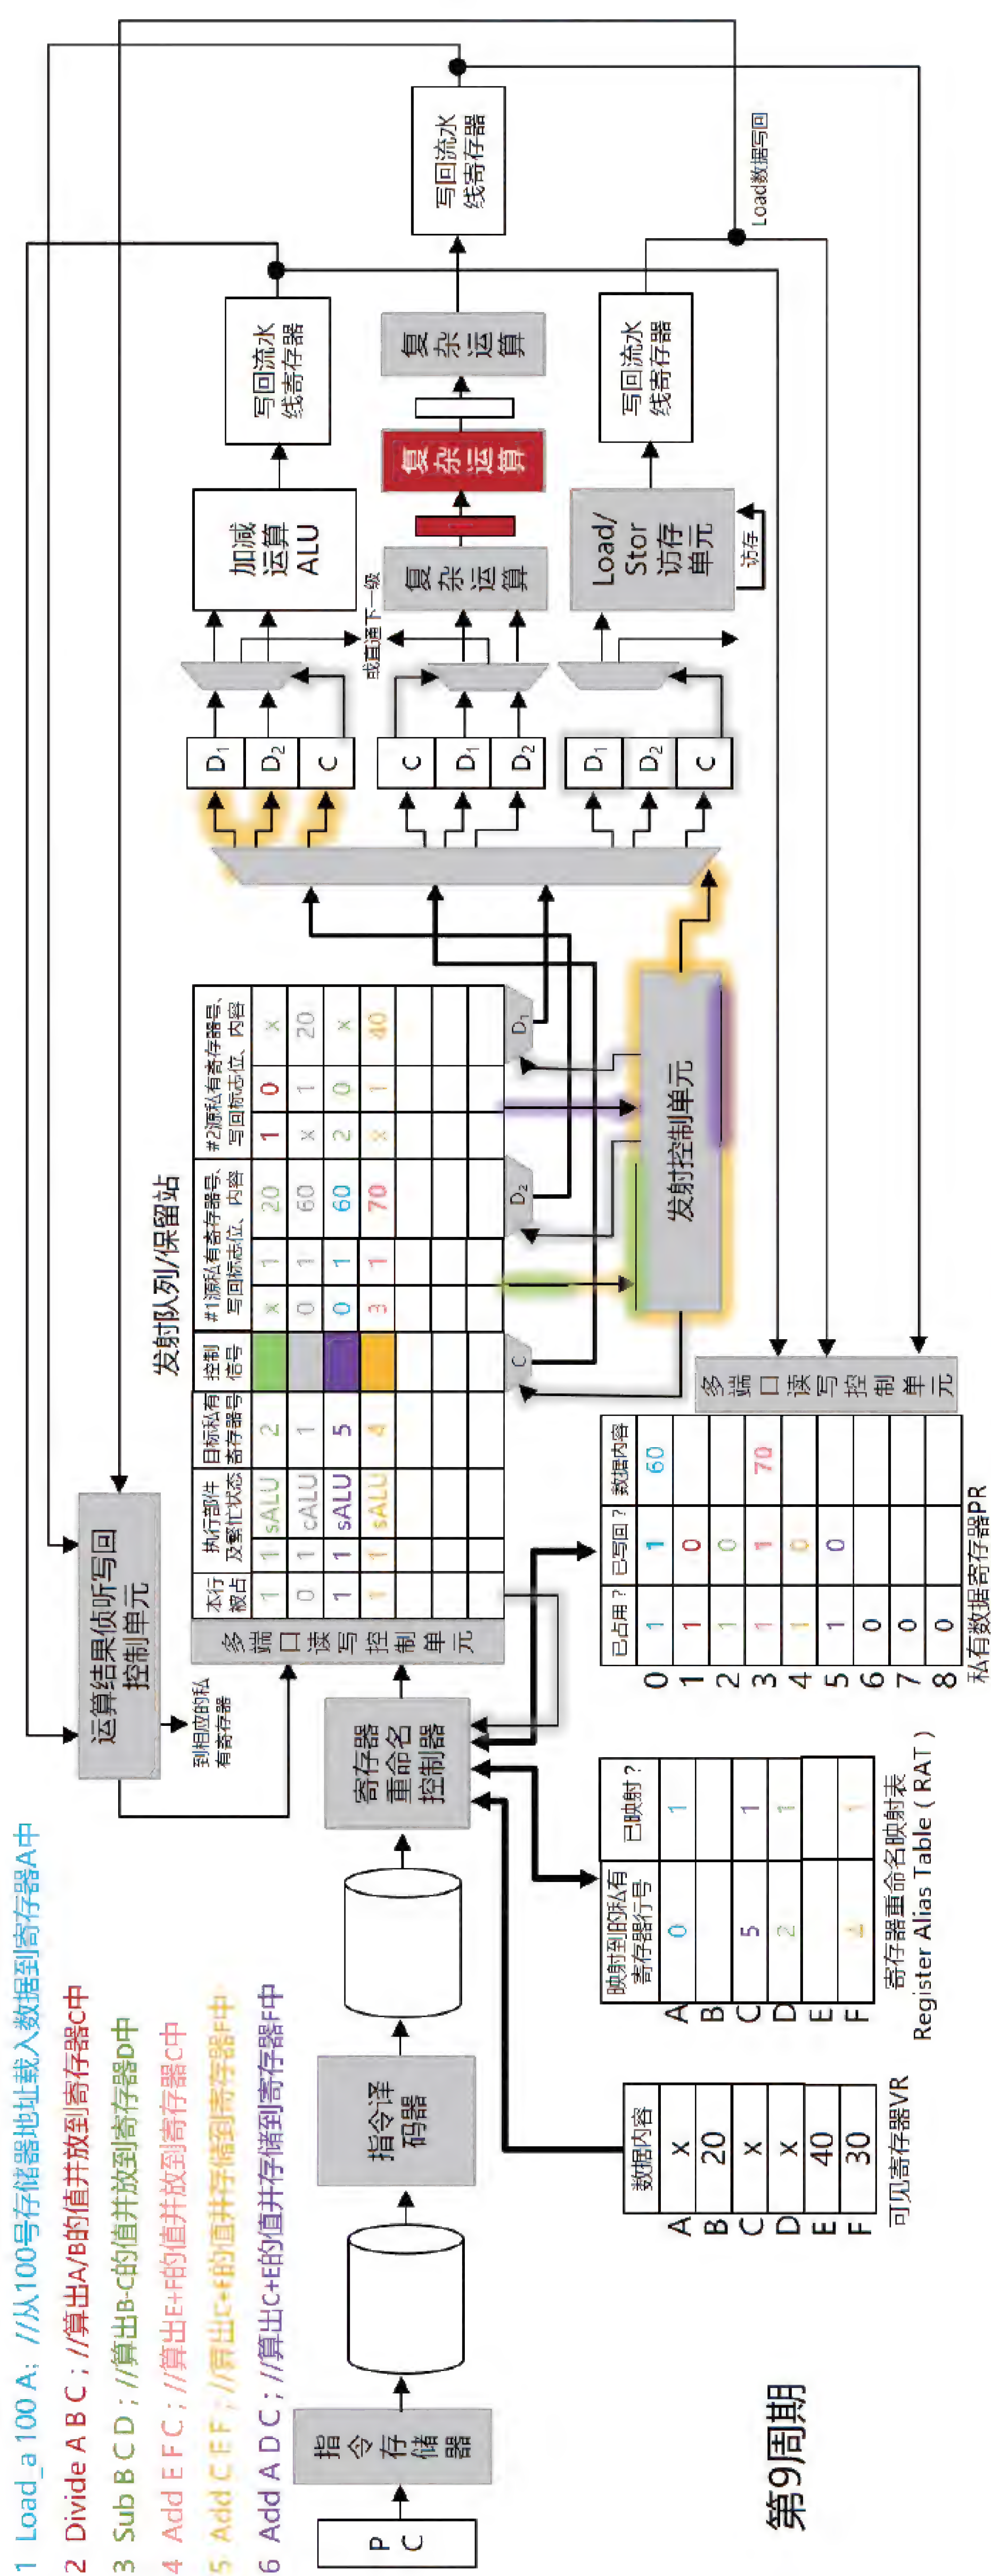

图4-57 第9周期执行过程
**第9周期：**如图4-57所示。在本周期边沿，棕色指令第一步运算的结果被锁入中间寄存器，并输送到第二步的运算逻辑进行运算，然后将结果输送到下一级中间寄存器前端等待。同时，黄色指令所依赖的粉色指令的执行结果在本周期内被锁入保留站对应字段，满足了发射条件，发射单元将黄色指令发射到sALU前端寄存器等待执行，并删掉保留站中的黄色指令条目。同时，由于私有寄存器#3目前仅仅作为粉色指令的结果暂存，而现在结果已经存入了保留站，RAT表以及保留站中没有任何可见寄存器被指向私有寄存器#3或者引用/依赖着私有寄存器#3，其使命完成了，所以会被删掉。